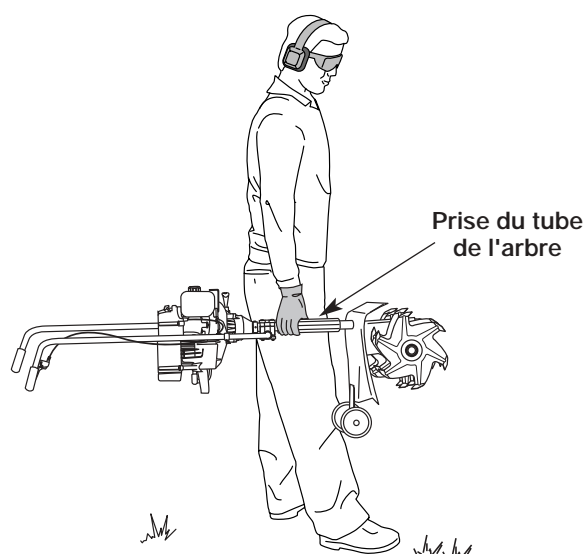

Figure 30
2. Transportez l'appareil en le tenant par la prise du tube de l'arbre ou bien saisissez le centre de la barre pour l'utiliser comme poignée de transport (Fig. 30).